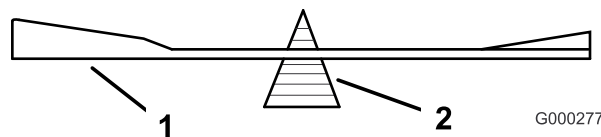
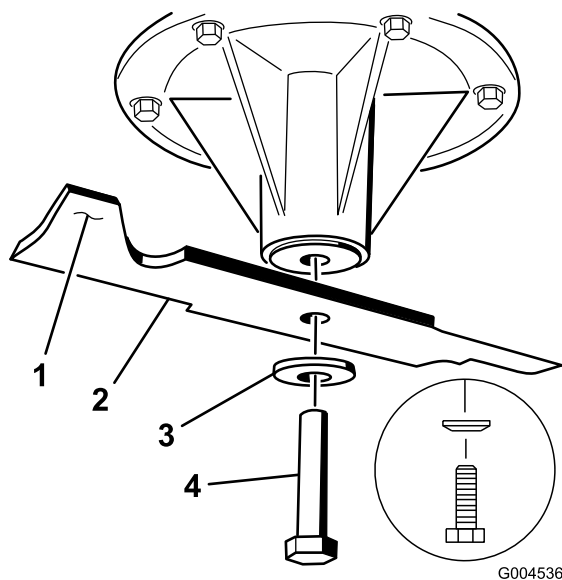

Figura 87
Figura 88
2. Togliete il bullone, la rondella curva e la lama dall'asse del fusello (Figura 88).
2. Controllate l'equilibrio della lama posizionandola su un bilanciatore (Figura 87). Se la lama rimane in posizione orizzontale, è bilanciata e può essere utilizzata. Se la lama non è bilanciata, limate del metallo soltanto dalla costa (Figura 88). Ripetete la procedura finché la lama non è perfettamente bilanciata.
1. Montate la lama sull'asse del fusello (Figura 88).
La parte sporgente della rondella curva deve essere rivolta in verso la testa del bullone (Figura 88).